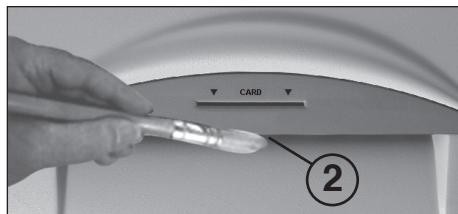

Рис. 4
ЧИСТКА СВЕТОДАТЧИКА (Рис. 4):
Вы можете удалить эти кусочки бумаги, то есть очистить светодиода, тем что Вы введёте во входной паз новый лист бумаги, или Вы переключите направление вращения режущего механизма на обратное, удалите остатки бумаги и с помощью кисточки очистите оба "глаза" светодиода (2) (рис. 4).